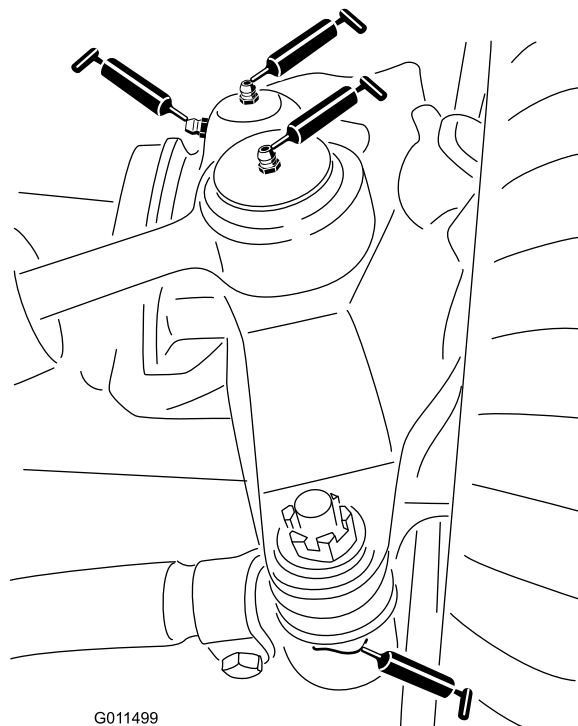

Figura 77
- Rótulas de los cilindros de dirección (2) (Figura 77)
- Rótulas de las barras de acoplamiento (2) (Figura 77)
- Casquillos de los pivotes de dirección (2) (Figura 77).